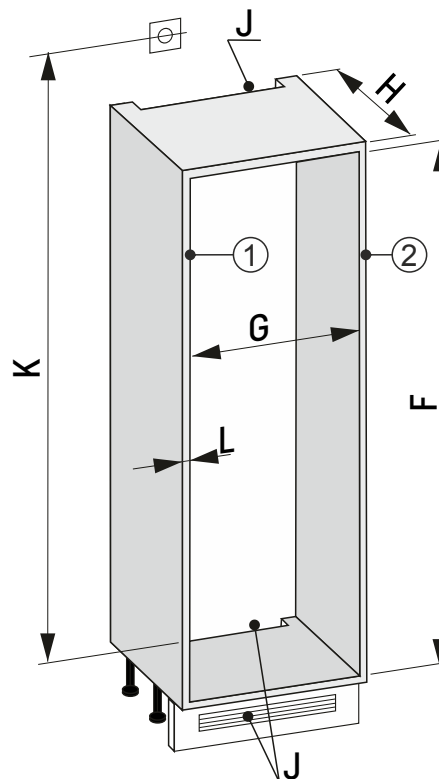

Fig. 85 30"-Nische
- Möbelwandstärke Fig. 85 (L) ausmessen.